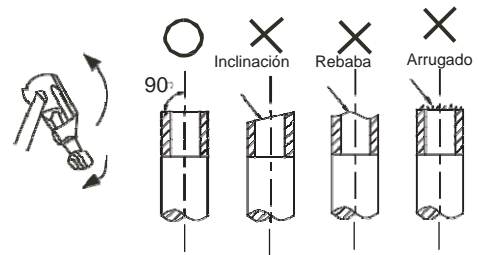

Fig.6-4
1) Use un cortador de tubos para cortar la tubería (vea la Fig. 6-4).